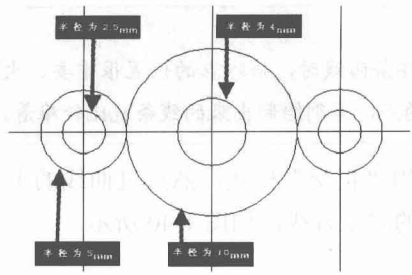

图1-47 绘制圆
(3) 以构造线的交点为圆心，分别绘制半径为 2.5mm、5mm、4mm 和 10mm 的圆，如图 1-47 所示。